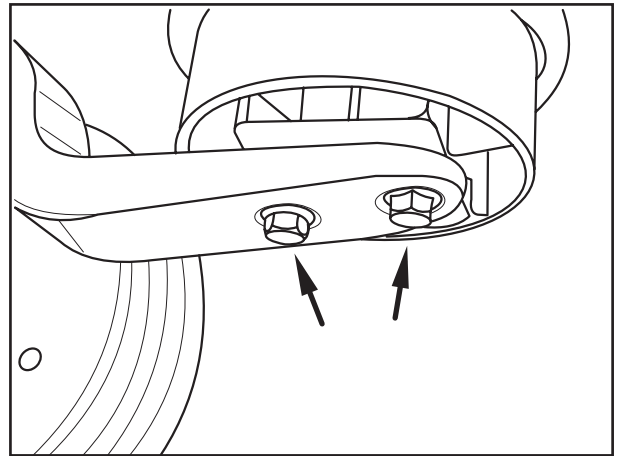

Fig. 21
- [31] Untere Luftfederbalgbefestigung (Fig. 21) montieren und mit dem vorgeschriebenen Anziehdrehmoment von 230 Nm festziehen.
[31] Mount the lower air bag attachment (Fig. 21) and tighten to the prescribed tightening torque of 230 Nm.
[31] Monter la fixation inférieure du coussin d'air (Fig. 21) et la serrer au couple prescrit (230 Nm).